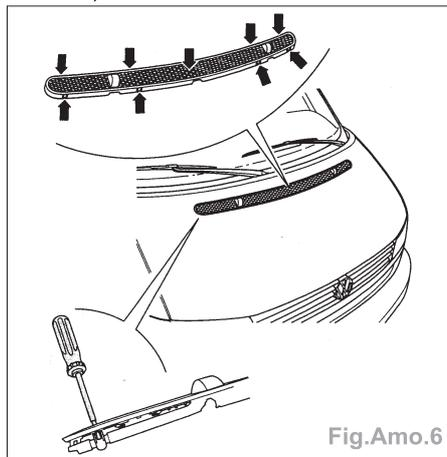

Fig.Amo.6
- Décliqueter la grille d'aération aux endroits repérés par les flèches (Fig. Amo.6).